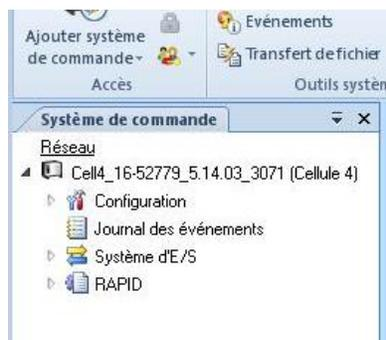

FIGURE 7 – ARBORESCENCE DU CONTRÔLEUR IRCS
- c. Le contrôleur de votre robot devrait normalement apparaître dans la fenêtre de gauche dans RobotStudio 5.15, comme montré à la figure 7.